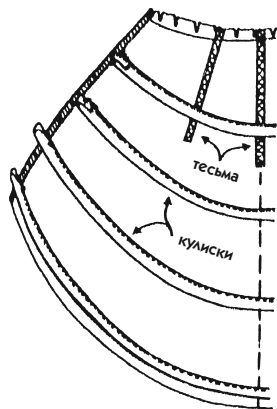

Рис. 793
- Вдоль обозначенных изогнутых линий закрепите ее простой строчкой по обоим краям, сложенным вместе. Складка тесьмы находится внизу, под начерченной линией (рис. 793). Кулиски по длине на несколько сантиметров превышают ширину полотна с боков.
5. Загните края тесьмы и зашейте их вручную, чтобы пруты не могли выйти из кулисок (рис. 793).